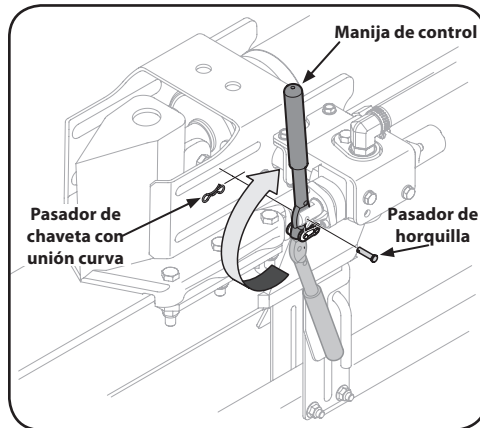

Figura 3-8
1. Extraiga el pasador de horquilla y el pasador de chaveta con unión curva de la manija de control. Consulte la Figura 3-8.
2. Rote la manija de control hasta la posición de operación y sujétela con el pasador de horquilla y el pasador de chaveta con unión curva que se extrajo en el paso 1. Consulte la Figura 3-8.